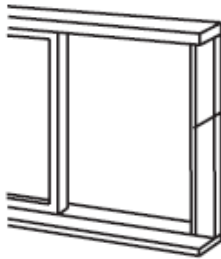

Fig.12
1. Prisni mbrotjtësin e butë/ foam seal (lloji ngjitës) në gjatësinë e duhur dhe ngjiteni në kornizën e dritares. Shih Fig.12.